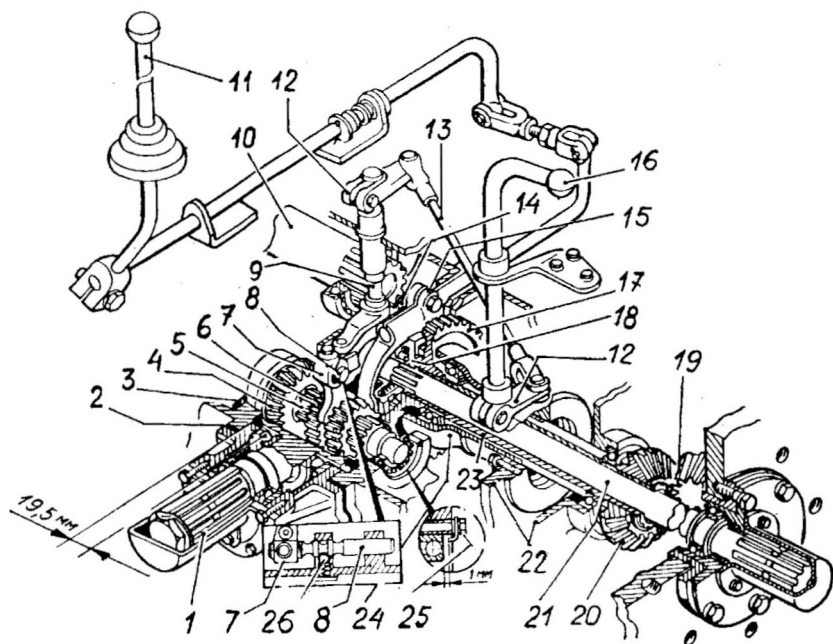

Рис. 18. Вали отбора мощности.
Ведомый вал 1 (рис. 18) вращается в двух шарикоподшипниках. Вал выполнен заодно с конической шестерней, которая при установке бокового вала на трактор входит в зацепление с ведущей конической шестерней 4. Между фланцем стакана и корпусом муфты сцепления помещают прокладки 2, которыми при установке бокового ВОМ регулируют зазор в зацеплении зубьев конических шестерен.
Шестерня 6 (см. рис. 18) переключения установлена на шлицевом валу 5 и расположена между двумя приводными шестернями 14 и 17. Ее свободно перемещают по шлицам вала и вводят в зацепление с венцами приводных шестерен. Ведущая коничес-
2) на вал 5 (см. рис. 18) надевают стопорное кольцо, коническую шестерню 4 и цилиндрическую шестерню 6;